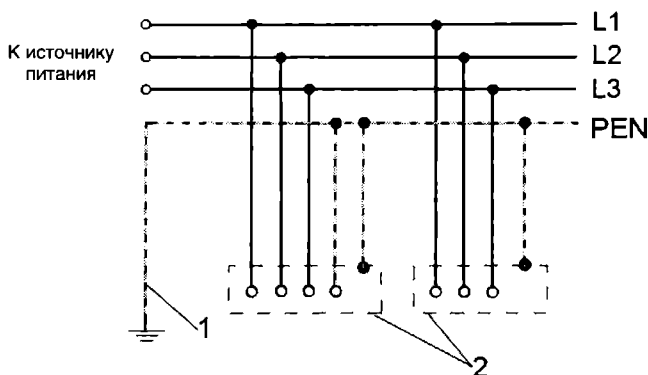

Рис. 2.35. Система заземления TN-S:
**Система TN-S.** В ней нулевой и заземляющий проводники разделены на всем протяжении цепи. В цепь вводится дополнительный провод, который заканчивается в земле. В многоквартирном доме такой проводник входит в землю на трансформаторной подстанции. Это наиболее современная и безопасная система (рис. 2.35).